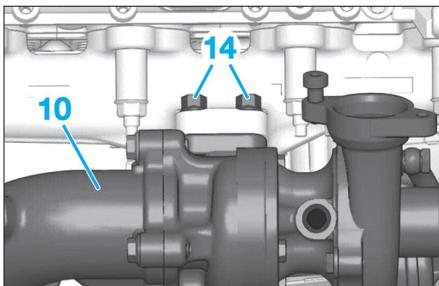

Fig. 40
- Désaccoupler le tuyau de graissage (12) du turbocompresseur (10).
- Déposer les 2 écrous (13).
- Déposer les 2 écrous (14) et le turbocompresseur (10) (Fig.40).